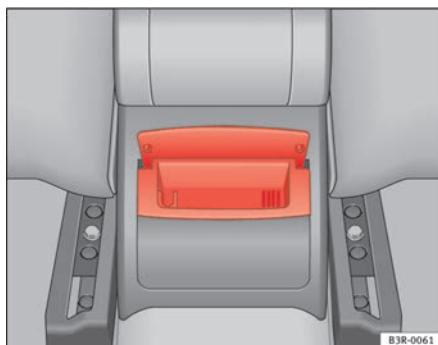

Fig. 134 Cinzeiro traseiro
- Pegue na carcaça pela tampa aberta ⇒ fig. 134 e retire-a puxando para cima.